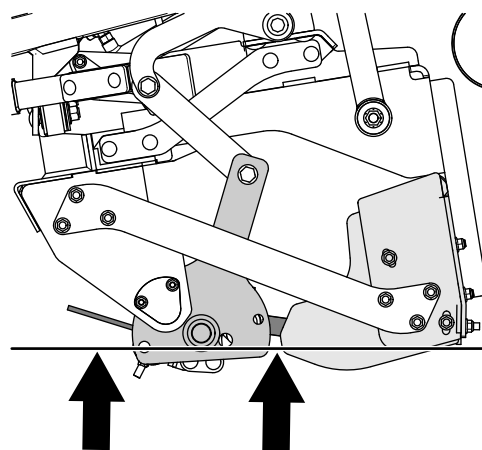

Figura 50
4. Inclíne el soporte del apero combinado hacia atrás (Figura 50) hasta que las púas estén por encima del borde inferior de la cuchilla de la grada; consulte Inclinación hacia adelante del apero de montaje intermedio (página 28).